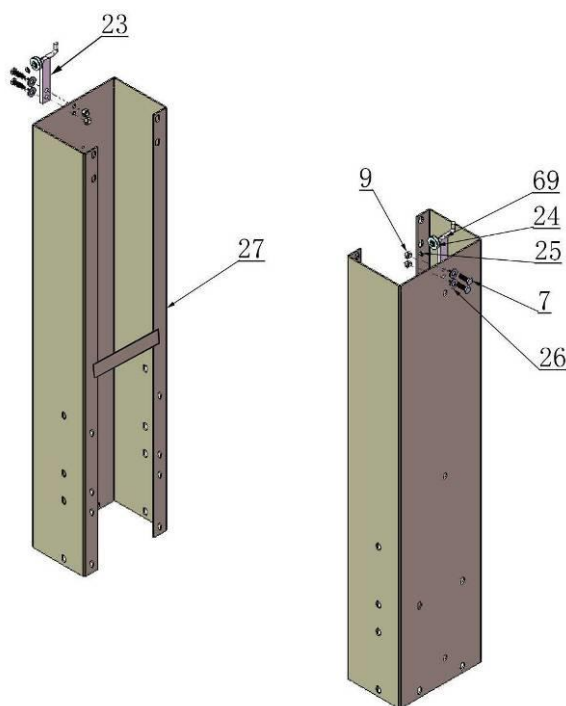

Рис. 12
D. Смонтируйте детали дополнительных стоек (см. рис. 12).